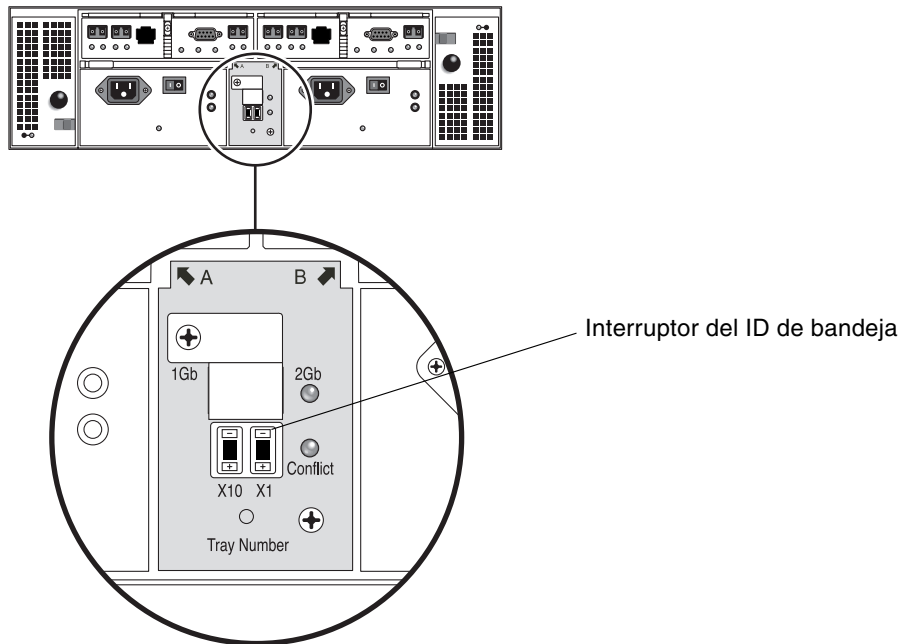

FIGURA 2-19 Interruptor del ID de bandeja
1. Busque el interruptor del ID de bandeja en la parte trasera del chasis, entre las dos fuentes de alimentación (FIGURA 2-19).